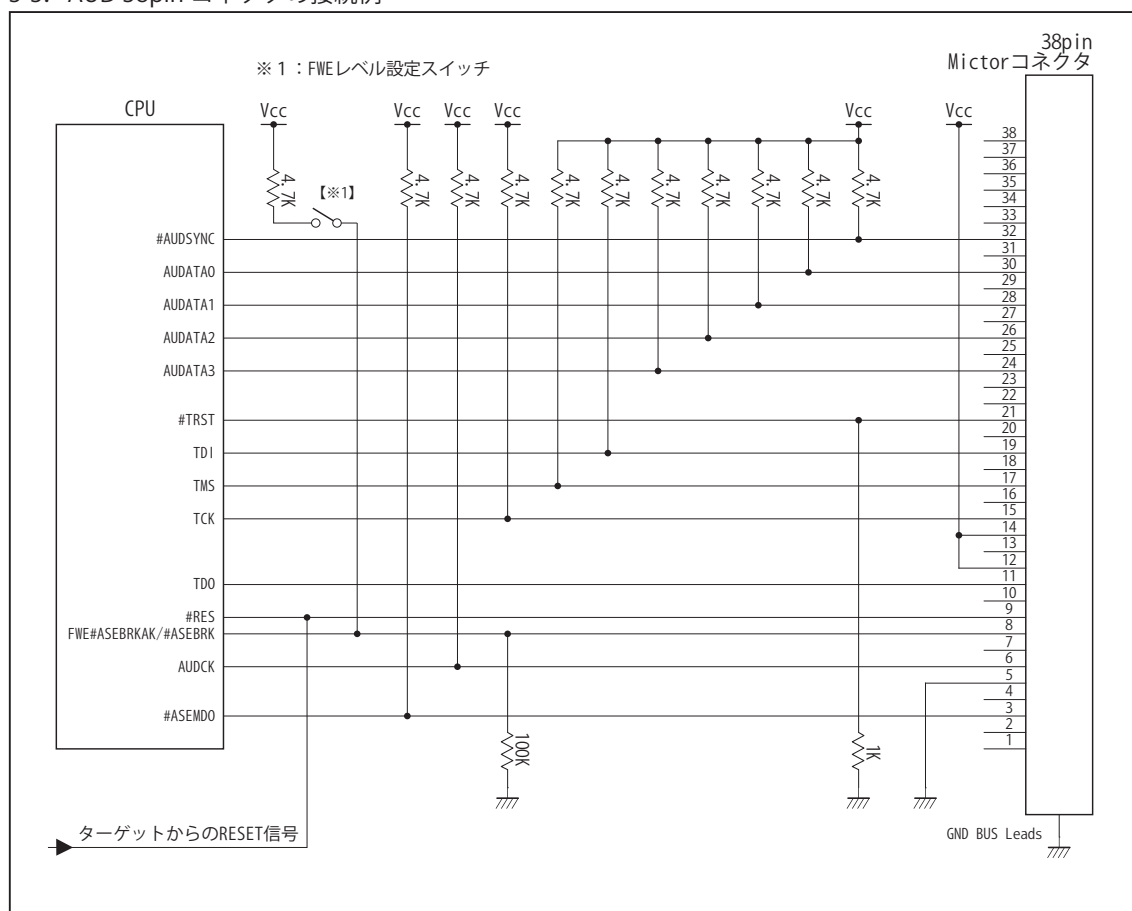

図 6. AUD 38pin コネクタ接続図
- ・図 6 に記載されている抵抗値は参考値です。
- ・FWE 端子 (入力端子) は #ASEBRKAK/#ASEBRK 端子 (入出力端子) とマルチプレクサされています。そのため FWE 端子のレベル設定は Vcc や GND に直結せず、図 6 の様にプルアップ/プルダウン抵抗で行って下さい。